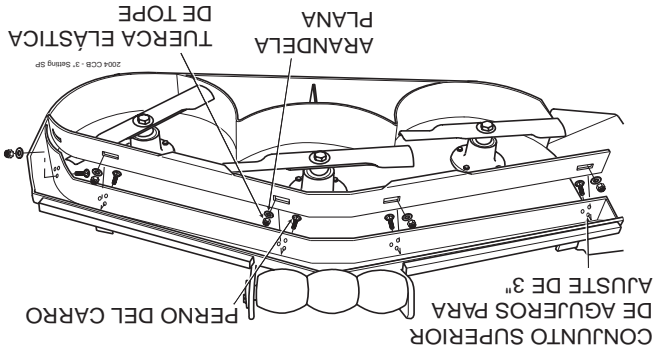

Figura 6-10 Posición del deflector de corte personalizado de 3"
A. Posición 3" - el deflector se instala usando el conjunto superior de agujeros en el deflector frontal soldado dentro de la plataforma de corte. (Vea la Figura 6.10, página 32). Las plataformas de corte V-Plus y Advantage entregarán la mejor calidad de corte en césped muy alto, tieso y difícil de cortar.